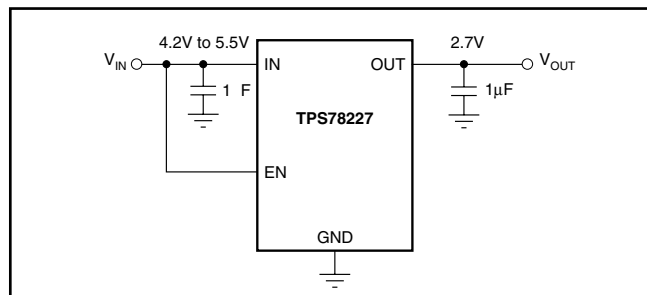

図 22. Circuit Showing EN Tied High when Shutdown Capability is Not Required
イネーブル・ピン (EN) はアクティブ “H” レベルで、標準電圧および低電圧のTTL-CMOSのレベルと互換です。シャットダウン機能が必要でない場合は、図22に示されているようにENピンをINピンに接続しなければなりません。TPS782シリーズは、内部にアクティブ動作の出力プルダウン回路をもっており、式 (1) に示されている時間 (t) で出力電圧を V_{OUT} の5%以下に下げます。式 (1) を参照。